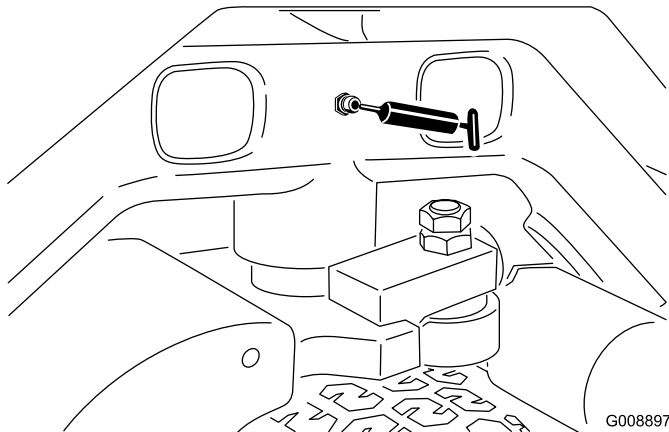

Figura 35
- Articulação da direção (**Figura 35**)